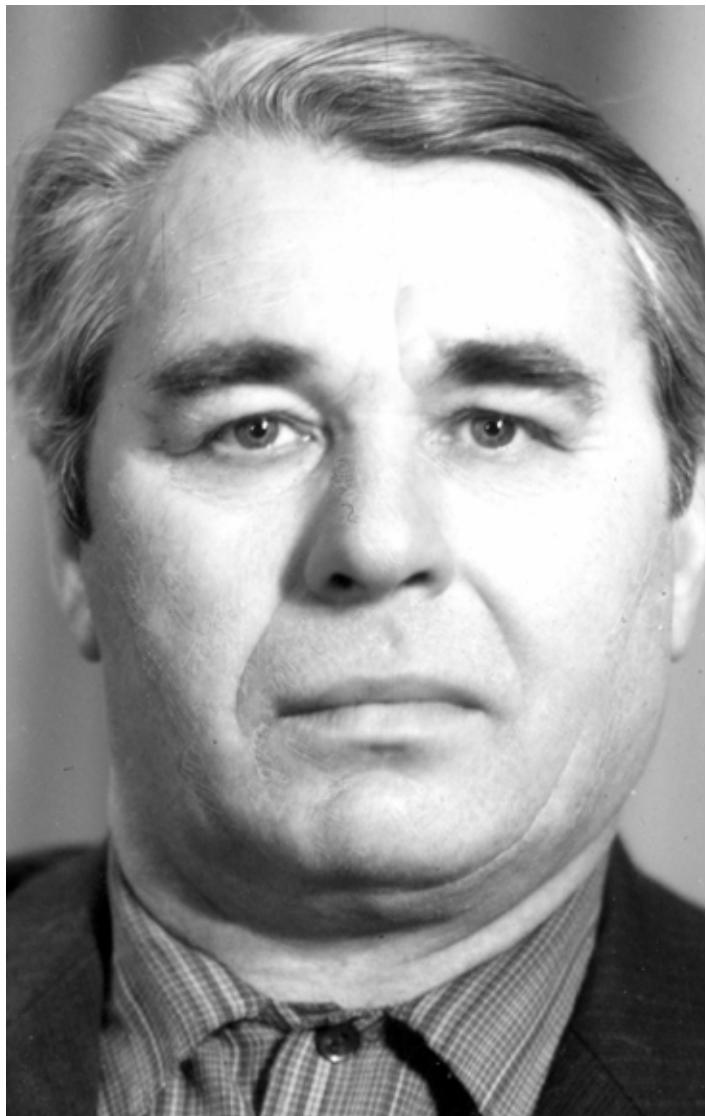

Рис. 4.1. Исходный портрет без ретуши в программе Photoshop.
- исходный портрет в программе Photoshop (Рис. 4.1),